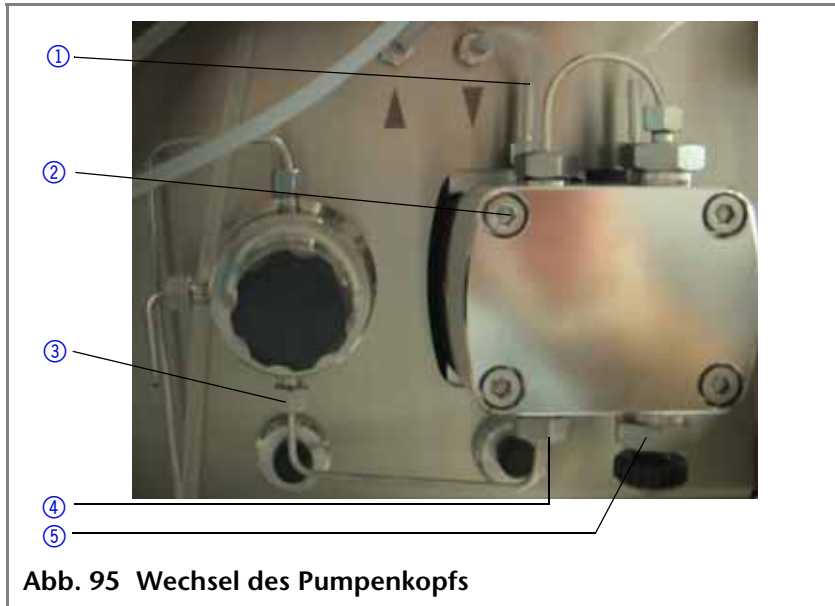

Abb. 95 Wechsel des Pumpenkopfs
1. Silikonschläuche an der Hinterkolbenspülung ① abziehen.
2. Schraube am Auslass des Pumpenkopfs ③ und am Einlass des Drucksensors ② lösen, um die Kapillare zu entfernen, siehe Abb. 95.
1. Pumpenkopf gerade zum Gehäuse der Pumpe ausrichten und alle Montageschrauben von Hand einige Umdrehungen anschrauben, siehe Abb. 95.
4. Kapillare zwischen Pumpenkopf und Drucksensor anschließen und die Schrauben am Einlass des Pumpenkopfs ③ und am Einlass des Drucksensor ② festschrauben.